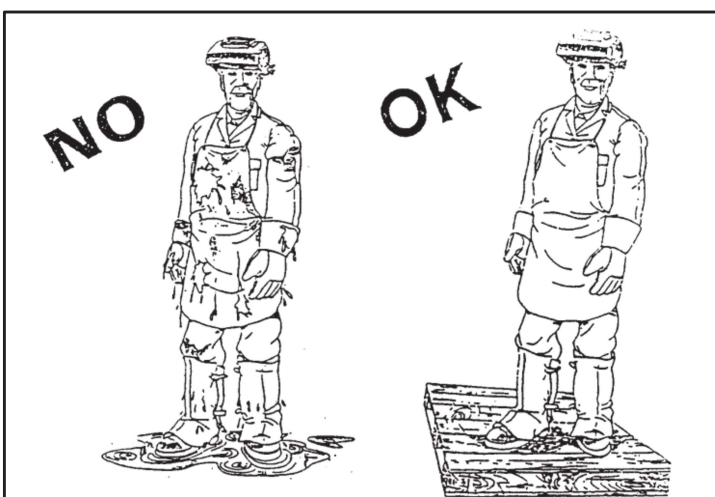

Рис. 7
- усиление индивидуальной защиты, изоляции оператора от пола и между оператором и заготовкой (рис. 7).